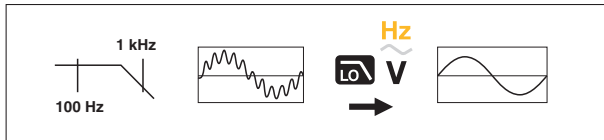

Abbildung 5. Tiefpassfilter
Für Wechselstrommessungen einen Wechselstrom-Tiefpassfilter (LO) verwenden. Der Filter blockiert unerwünschte Spannung über 1 kHz. Siehe Abbildung 5. Die Messung der niederfrequenten Spannungen unter 1 kHz erfolgt mit verminderter Genauigkeit. Der Tiefpassfilter kann die Messleistung bei zusammengesetzten Sinuswellen verbessern, die üblicherweise von Invertern und VF-Motorantrieben erzeugt werden.